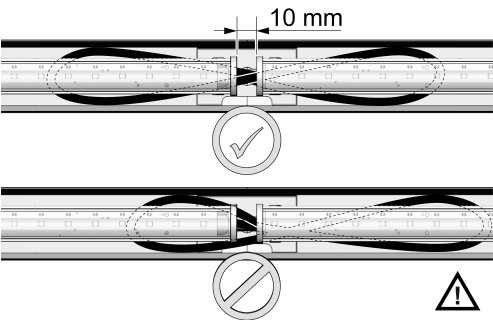

Bild 9: Ausrichtung der Leitungsschlaufen
- Zwischen zwei LED-Lichteinsätzen einen Ab-stand von 10 mm einhalten (Bild 9).
- Auf richtige Leitungsführung achten! Verbin-dungsleitungen müssen in einer Schlaufe mit-tig unter beiden LED-Lichteinsätzen verlegt werden (Bild 9).